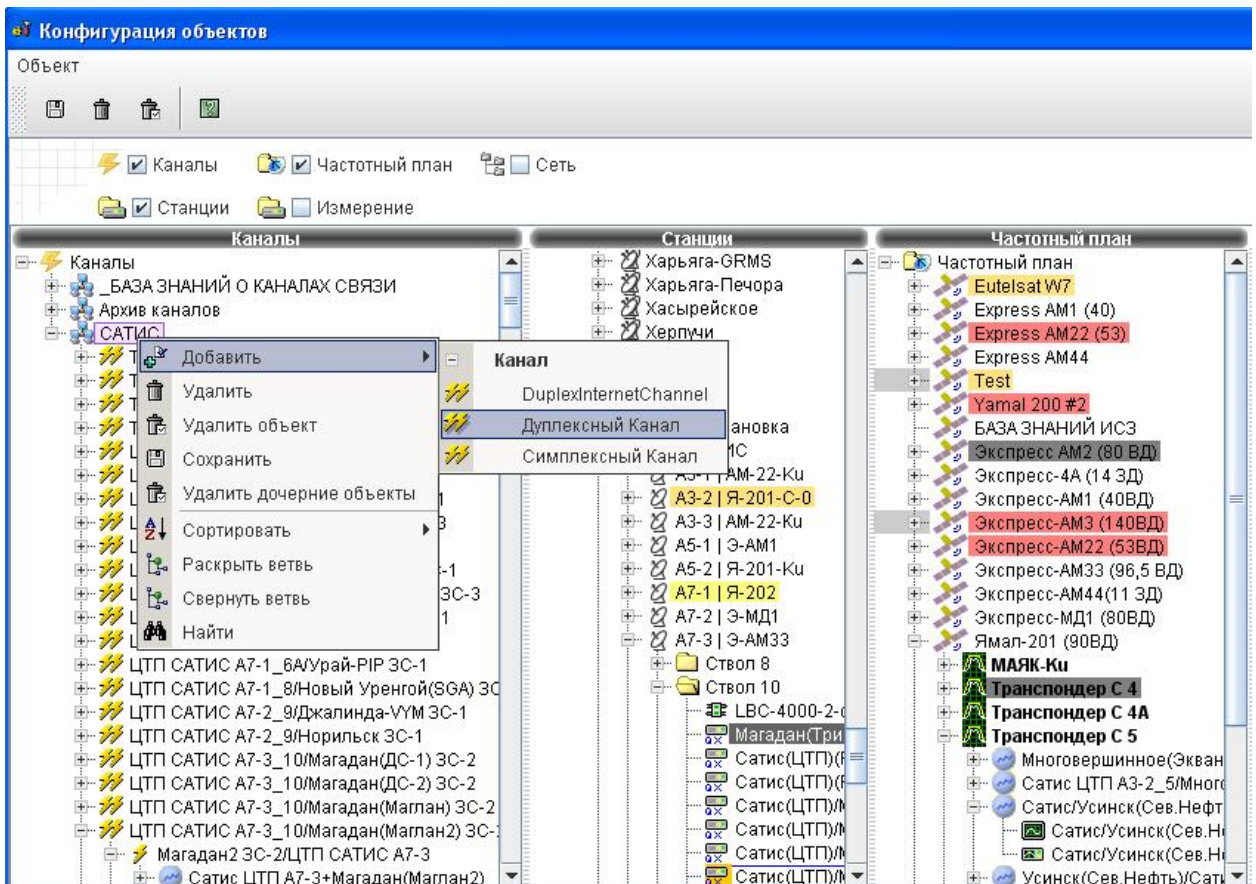

Рисунок 29 - Заведение объекта типа канал.
- В открывшемся дереве «Каналы», правой кнопкой мыши нажимаем на значок сети и выбираем вкладку «Добавить». Далее выбираем тип канала и указываем его имя в поле название (см. рис. 29).